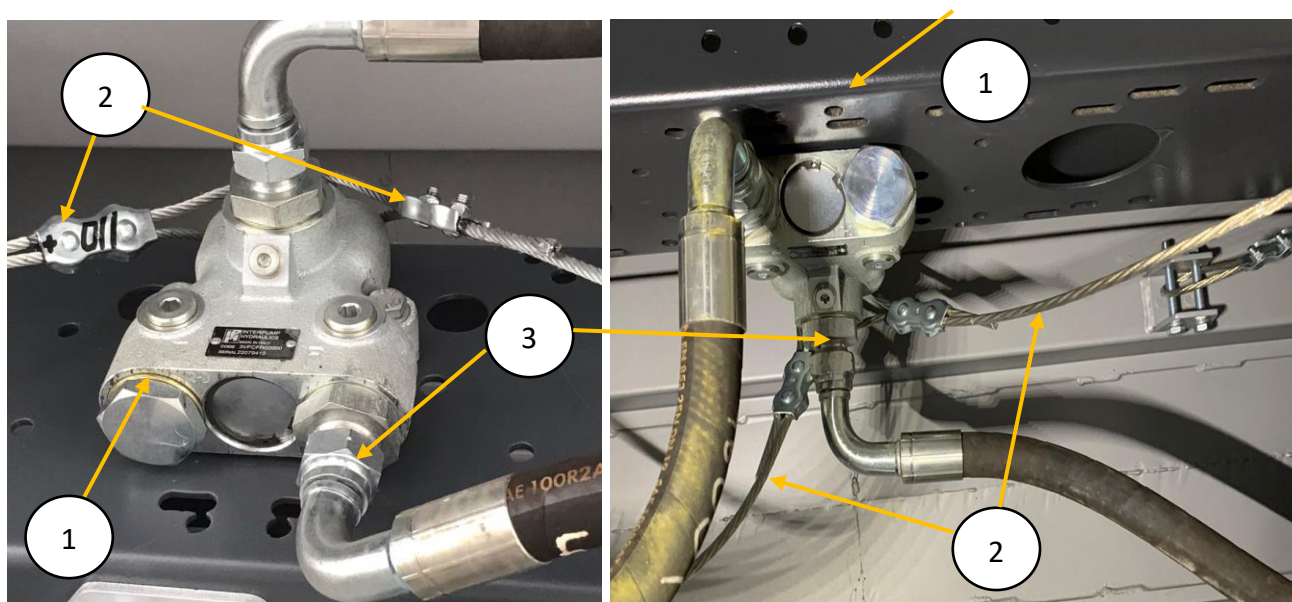

Рис. 1.16 Ограничитель хода
Ограничитель хода (1) выполняет функцию запорного механизма и концевого клапана, он обеспечивает безопасную остановку полуприцепа при опрокидывании кузова и запор гидромагистральной тягача при расцепке с полуприцепом. Ограничитель хода, приводимый в действие тяговым усилием стального троса (2) (рис. 1.16), срабатывает, закрывая клапан гидромагистральной (3) останавливая подаваемое масло, когда угол кузова достигает максимального значения